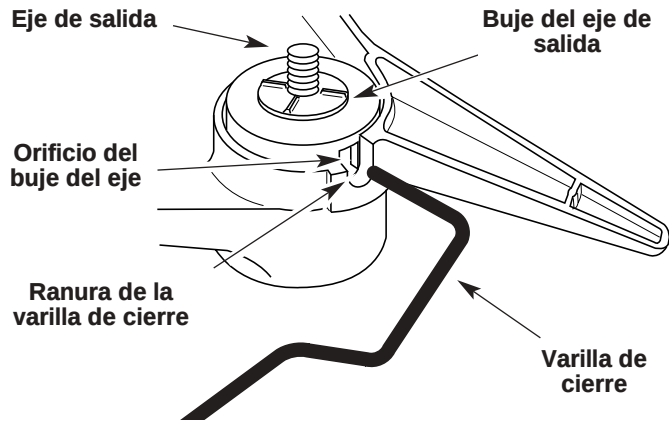

Fig. 8
1. Alinee el orificio del buje del eje con la ranura de la varilla de cierre e inserte la varilla de cierre en el orificio del buje (Fig. 8).
6. Alinee el orificio del buje del eje con la ranura de la varilla de cierre e inserte la varilla de cierre en el orificio del buje (Fig. 8).